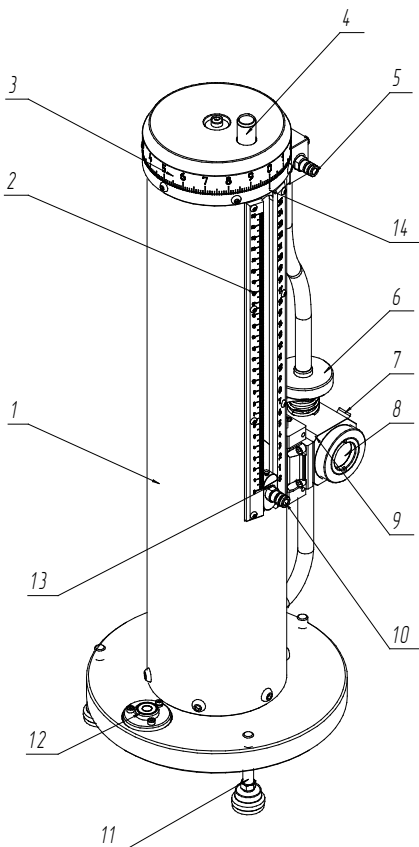
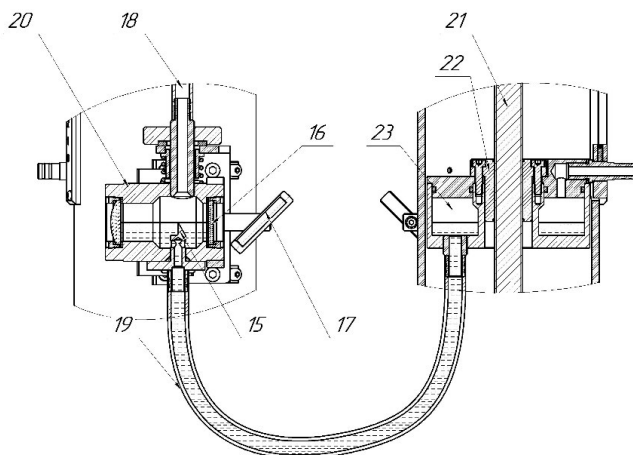

Рис. 1. Конструкция микроманометра
Рис. 2. Разрез неподвижной и подвижной ёмкости и их условное соединение
1.4.2 Корпус микроманометра представляет собой трубу 1 (рис. 1) и прикрепленные к ней фланцы. На корпусе микроманометра прикреплен линейка 2 (рис. 1) для отсчета положения подвижной ёмкости. Лимб 3 (рис. 1) необходим для точного отсчета положения подвижной ёмкости.
Ручка 4 (рис. 1) предназначена для быстрого вращения лимба, и предварительного подъема подвижной ёмкости. Штуцер плюсовой 5 (рис. 1) предназначен для присоединения измеряемого положительного избыточного давления. Маховик 6 (рис. 1) предназначен для регулирования уровня дистиллированной воды в неподвижной ёмкости. Заглушка заливного отверстия 7 (рис. 1) необходима для заливки дистиллированной воды, а также для предварительного регулирования уровня. Увеличительное стекло 8 (рис. 1) позволяет наблюдать отсчетную иглу в неподвижной ёмкости. Корпус неподвижной ёмкости 9 (рис. 1) закреплен на каретке и имеет возможность смещения для тонкой настройки уровня дистиллированной воды. Штуцер минусовой 10 (рис. 1) предназначен для присоединения измеряемого отрицательного избыточного давления (разрежения). Опоры 11 (рис. 1) предназначены для установки прибора на ровную, жесткую, неподвижную поверхность, например, стол с гранитной столешницей. Круглый пузырьковый уровень 12 (рис. 1) предназначен для регулировки вертикального положения прибора. Указатель линейки 13 (рис. 1) предназначен для определения высоты подъема подвижной ёмкости. Указатель лимба 14 (рис. 1) предназначен для точного определения поворота лимба 3 (рис. 1).
1.4.3 Подвижная и неподвижная ёмкости показаны на рисунке 2. Неподвижная ёмкость 20 (рис. 2) предназначена для наблюдения, настройки уровня дистиллированной воды. Внутри неподвижной ёмкости закреплена отсчетная игла 15 (рис. 2), работающая по принципу нуль-индикатора. Положение уровня дистиллированной воды сравнивается с острием иглы. Позади неподвижной ёмкости смонтировано матированное стекло 16 (рис. 2), предназначенное для освещения иглы и создания контрастного изображения. Пучок света от освещения можно направить через подвижное зеркало 17 (рис. 2) на матированное стекло. Из неподвижной ёмкости выходит трубка 18 (рис. 2), присоединенная к плюсовому штуцеру. Трубка 19 (рис. 2) находится внутри корпуса микроманометра и соединяет гидравлически обе ёмкости (показана условно).
Микровинт 21 (рис. 2) и гайка 22 (рис. 2) представляют собой прецизионную ШВП, предназначенную для перемещения по ней подвижной ёмкости 23 (рис. 2).
1.4.4 Данный микроманометр относится к жидкостным приборам компенсационного типа, работающим на принципе сообщающихся сосудов, в котором разность давления воздуха над жидкостью одного сосуда компенсируется (уравновешивается) давлением, создаваемым столбом жидкости другого сосуда. В качестве рабочей жидкости применяется дистиллированная вода, как наиболее изученная и имеющая подходящие характеристики. Таким образом, измерение давления практически сводится к измерению линейной величины столба жидкости, а также учета и корректировки показаний в соответствии с температурой и атмосферным давлением. Формула расчета давления в единицах давления Па, таблица перевода между различными единицами давления, таблица плотности воды, таблица плотности воздуха при различной температуре и атмосферном давлении приведены в приложениях А, Б. В данном микроманометре создание необходимого столба жидкости осуществляется подъемом подвижной ёмкости 23 (рис. 2) относительно неподвижной ёмкости 20 (рис. 2), соединенных трубкой 19 (рис. 2). Таким образом, измерение/задача давления сводится к поднятию подвижного стакана на определенную высоту при постоянном уровне жидкости в неподвижном стакане. Подъем подвижного стакана осуществляется микровинтом ШВП 21 (рис. 2), приводимым во вращение лимбом 3 (рис. 1) либо ручкой 4 (рис. 1). Шаг винта ШВП 21 (рис. 2) составляет 2 мм. Лимб 3 (рис. 1) имеет 200 деле-
ний, соответственно цена одного деления лимба составляет 0,01 мм. Контроль величины подъема подвижного стакана осуществляется линейкой 2 (рис. 1) и указателем 13 (рис. 1), также точное положение отсчитывается по лимбу 3 (рис. 1) и указателю 14 (рис. 1). Контроль неизменности уровня в неподвижном стакане производится методом сравнения положения уровня дистиллированной воды относительно отсчетной иглы 15 (рис. 2).
2.2.3 Отрегулируйте микроманометр по встроенному пузырьковому уровню 12 (рис. 1) с помощью опор 11 (рис. 1), Пузырек должен
находится в пределах обозначенного кольца на уровне. Настройте зеркало на подвижном кронштейне 17 (рис. 2) таким образом, чтобы отраженный от зеркала свет максимально освещал матированное стекло 16 (рис. 2).
2.2.4 Установите неподвижную ёмкость приблизительно в среднее положение по высоте с помощью маховика 6 (рис. 1), ориентируясь по краям направляющей неподвижной ёмкости.
2.2.6 Установите высоту подвижной ёмкости на максимум, вращая лимб 3 (рис. 1) или ручку 4 (рис. 1). Выходные штуцеры при этом должны быть сообщены с атмосферой.
2.2.7 Наберите дистиллированную воду в спринцовку и подайте через штуцер плюсовой 5 (рис. 1). Если вода неуверенно перетекает в неподвижную ёмкость, то, возможно, в соединительной трубке образовались пузыри. Для их устранения можно использовать ту же спринцовку только без воды. Подавайте воздух поочередно в минусовой и плюсовой штуцеры. Как только вы увидите должную чувствительность уровня воды от приложенного давления, можно продолжить далее.
2.2.8 Установите высоту подвижной ёмкости на ноль. Откройте заглушку заливного отверстия 7 (рис. 1). Произведите корректировку уровня дистиллированной воды через заливное отверстие с помощью шприца. Корректировку производить до достижения уровнем воды острия отчетной иглы 20 (рис. 2). При переливе можно забрать часть воды с помощью шприца с иглой.
2.2.9 Закрутите заглушку заливного отверстия 7 (рис. 1) на свое место, предварительно проверив целостность уплотнения. Закручивать без приложения усилий, уплотнение мягкое и не требует излишних усилий при затяжке.
2.2.12 Произведите визуальный контроль уровня через увеличительное стекло 8 (рис. 1). Точную корректировку уровня дистиллированной воды необходимо производить маховиком 6 (рис. 1). Возможные положения отсчетной иглы показаны на рисунке 3. Если уровень дистиллированной воды слишком велик, то положение иглы будет соответствовать правому рисунку. Отраженное изображение острия отсчетной иглы будет на расстоянии от основного. Значит необходимо поднять неподвижную ёмкость. Если уровень дистиллированной воды слишком низок, то положение иглы будет соответствовать среднему рисунку. Значит необходимо опустить неподвижную ёмкость. Необходимо добиться положения отсчетной иглы, показанного на левом рисунке. Игла должна максимально приблизиться к ее отраженному изображению на поверхности дистиллированной воды, но соприкосновения иглы с поверхностью дистиллированной воды необходимо избегать из-за появления искажений поверхности вследствие поверхностного натяжения, серьезно ухудшающего точность позиционирования.
2.3.1.4 Проверьте чистоту увеличительного стекла 8 (рис. 1) неподвижной ёмкости и в случае его загрязнения протрите чистой, сухой специальной салфеткой из микрофибры (предназначенной для ухода за оптикой).
2.3.1.5 Проверьте вертикальность микроманометра по пузырьковому уровню 12 (рис. 1).
2.3.1.6 Проверьте легкость хода с помощью ручки 4 (рис. 1).
2.3.2 Для измерения положительного избыточного давления подключите трубку с измеряемым давлением к штуцеру 5 (рис. 1). А штуцер 10 (рис. 1) оставьте неподключенным.
2.3.3 Для измерения отрицательного избыточного давления подключите трубку с измеряемым давлением к штуцеру 10 (рис. 1). А штуцер 5 (рис. 1) оставьте неподключенным.
2.3.4 Для измерения дифференциального давления (разности давлений) подключите большее давление к штуцеру 5 (рис. 1), а меньшее (опорное) к штуцеру 10 (рис. 1), при этом опорное давление должно соответствовать допускаемым значениям атмосферного давления, указанным в таблице 1.
2.3.6 С помощью ручки 4 (рис. 1) поднимите подвижную ёмкость в крайнее верхнее положение (либо немного больше предполагаемого измеряемого давления).
2.3.8 С помощью ручки 4 (рис. 1) опускайте подвижную ёмкость, ориентируясь на изображение отсчетной иглы в увеличительном стекле 8 (рис. 1). Добейтесь изображения отсчетной иглы и ее отражения как указано в п. 2.2.12. При этом подводить уровень жидкости в неподвижном сосуде следует подводить снизу вверх для исключения влияния зазора между микрометрическим винтом и гайкой.
2.3.9 Снимите показания с линейки 2 (рис. 1) соответственно указателю 13 (рис. 1), что укажет на количество целых миллиметров водяного столба. Также снимите показания с лимба 3 (рис. 1) соответ-
ственно указателю 14 (рис. 1), что укажет количество сотых миллиметра. Зафиксируйте показания температуры и атмосферного давления. Рассчитайте значение давления в соответствии с формулой, приведенной в приложении А.
2.3.11 Сравните измеряемое давление, установите положение подвижной ёмкости на ноль. Надежно соедините штуцеры 5 и 10 (рис. 1) с атмосферой.
2.3.12 Проверьте положение отсчетной иглы, через увеличительное стекло 8 (рис. 1). Если уровень дистиллированной воды сместился не более 0,025 мм по лимбу 3 (рис. 1) и указателю 14 (рис. 1), то серию измерений можно считать удачной.
3.2.2 Проверьте наличие смазки на микровинте ШВП. Заглянуть в прорезь, где ходит указатель 13 (рис. 1) и штуцер 10 (рис. 1), в случае полного отсутствия тонкого слоя смазки, слегка смажьте винт кисточкой. Используйте консистентную смазку Shell GADUS S2 V220AC 2.
3.2.4 Смените дистиллированную воду, для чего под соединительный штуцер, соединенный с отсчетной иглой 15 (рис. 2), подставьте пустую ёмкость, разъедините трубку 19 (рис. 2) и штуцер и слейте воду из обеих частей.